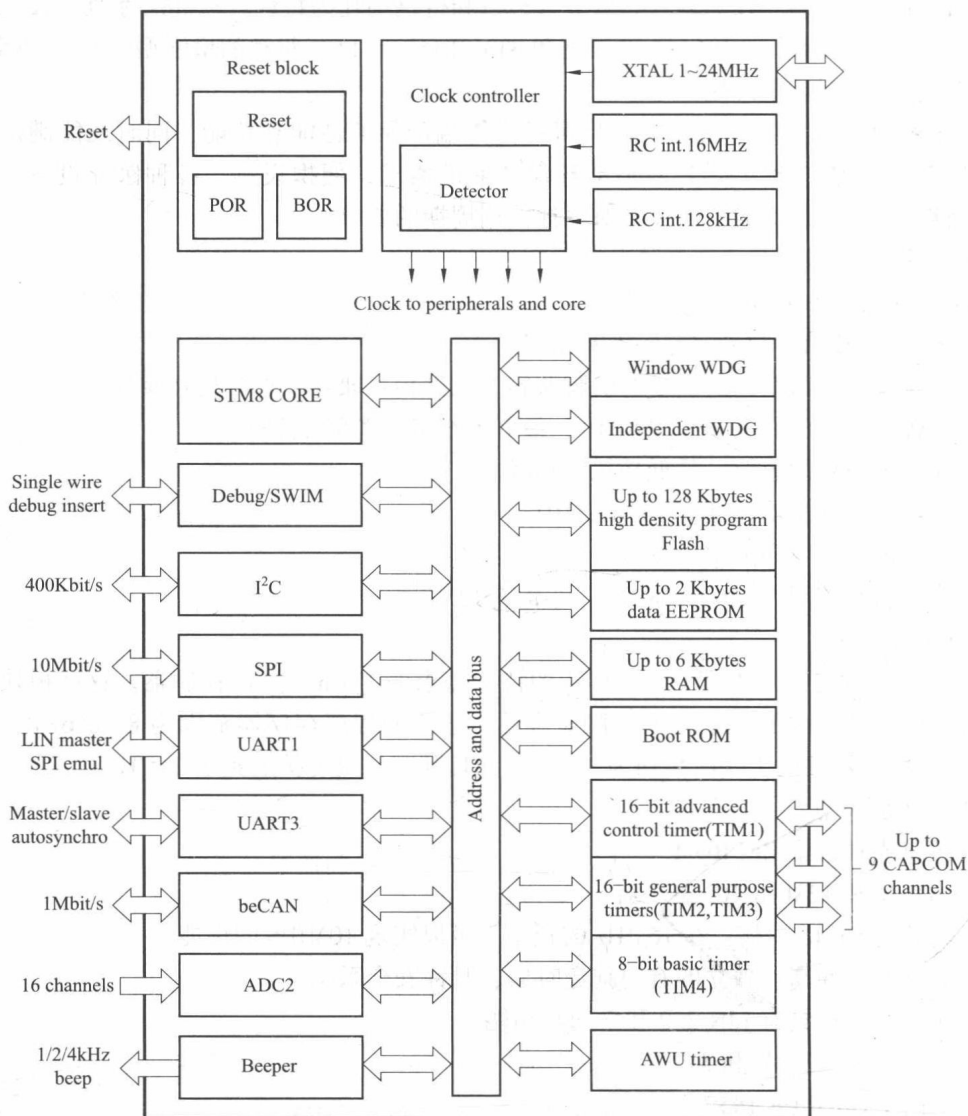

图 1-1 STM8S2xx单片机结构
4. STM8S2 $\times\times$ 单片机的结构 (见图 1-1)